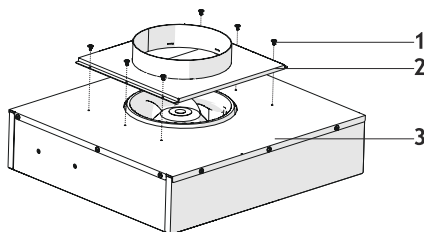

Fig. 16
6. ➡ Montera ventilationskanalerna (Fig. 16.).